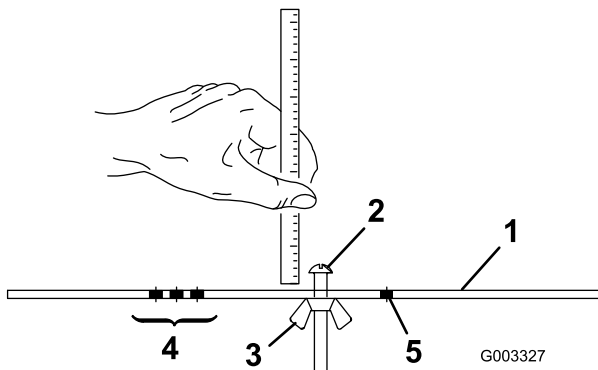

**Bild 16**
2. Lösen Sie die Mutter an der Messlehre (Bild 16) und stellen Sie die Einstellschraube auf die gewünschte Schnitthöhe ein.